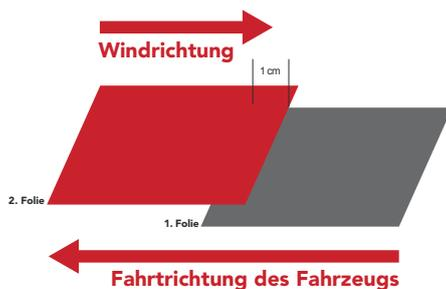

Abbildung 21
- Vertikale Überlappung der HXONE-Folie auf einer beweglichen Fläche: Die Folierung erfolgt stets vom Fahrzeugheck hin zur Vorderseite. Gleiches gilt für die Überlappung. (Abb. 21)